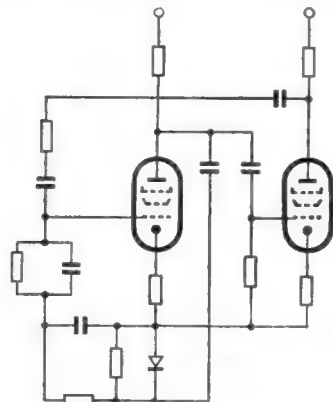

Bild 7. Amplitudenbegrenzung. Verwendung einer Röhre mit Regelcharakteristik
c) Steilheitsregelung (Bild 7)
Regelgitter. Die richtige Dimensionierung ist dann schwierig, wenn der Abstand zwischen tiefster Arbeitsfrequenz und Gleichspannung nur gering ist. Deshalb wird die Regelspannung vorzugsweise dem Gitter zugeführt, wo ein etwa vorhandener Wechselspannungsrest gegenkoppelnd wirkt. In Bild 7 ist daher die Regelspannung nicht von der Anode der Röhre II, sondern von der der Röhre I abgenommen.